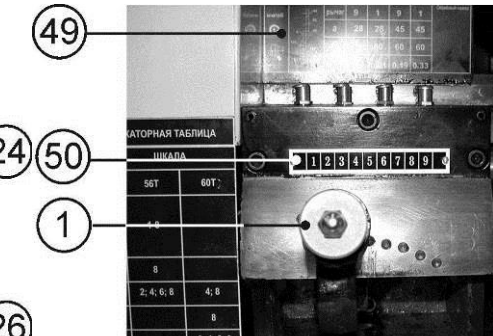

Рис.18
10.4.4. Станок оборудован коробкой скоростей автоматической подачи в диапазоне от 0,12 мм до 0,33 мм за один оборот шпинделя (см. таблицу 2 и шильдик (49), Рис. 18.)
10.4.6. Пользуясь таблицей 2, при выключенном станке, перемещая рычаг переключения скорости автоматической подачи (1), при необходимости проворачивайте патрон (8), Рис. 18, Можно менять скорость автоматической подачи. Например, при установке шестерен а=28Т и б=60Т, Рис. 19, в положении 9 рычага переключения скорости автоматической подачи (1) по шкале (50) – скорость подачи равна 0,12 мм на один оборот шпинделя.
При установке рычага переключения скорости автоматической подачи (1) в положение 1 по шкале (50) – скорость подачи равна 0,21 мм на один оборот шпинделя и т.д., Рис. 18. При каждом перемещении рычага переключения скорости автоматической подачи (1) необходимо рычаг натяжения ремня (4) привести в крайнее положение от себя, Рис. 19.
Рычаг переключения скорости автоматической подачи (1), Рис. 18, в положении 1
Рычаг переключения скорости автоматической подачи (1), Рис. 18, в положении 7